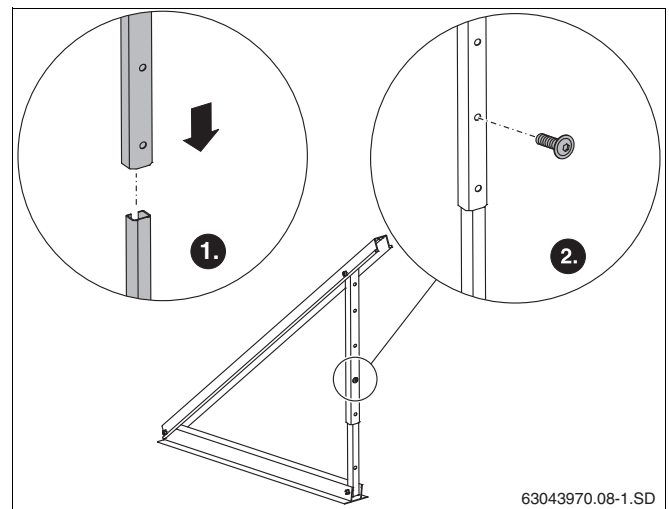

Рис. 11 Соединение телескопических стоек
- ▶ Вставить направляющие одну в другую и закрепить винтом М8 × 20 (рис. 11).